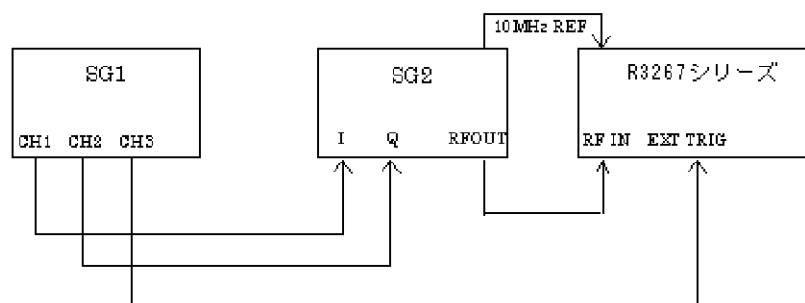

図 6-4 波形品質測定接続図 (Reverse Link)
1. R3267 シリーズと信号源を図 6-4 のように接続します。